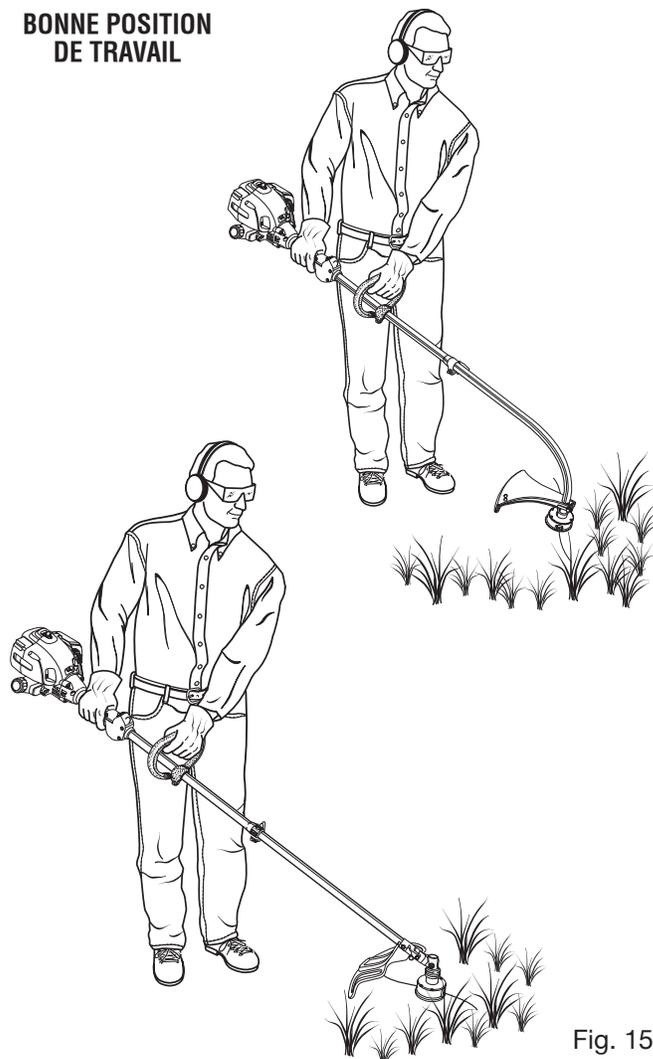

Fig. 15
Voir la figure 15.
- Éviter les surfaces très chaudes en maintenant toujours l'outil à l'écart du corps. (Position de travail correcte illustrée à la figure 15.)